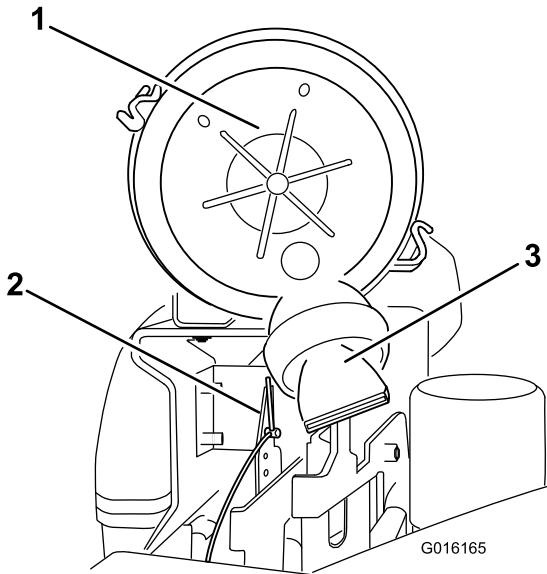

Figure 50
- Placez le couvercle du filtre à air de telle sorte que la soupape de respiration ne gêne pas le mécanisme d'accélérateur (Figure 50).